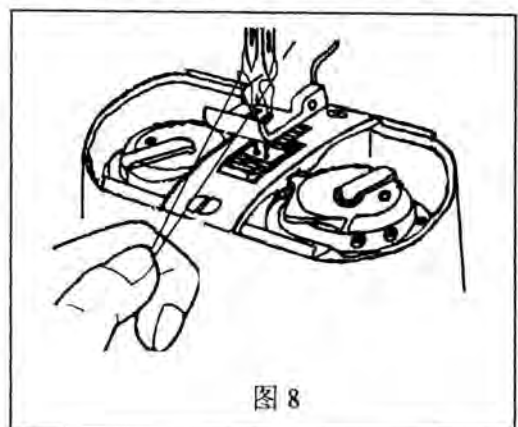

图 8
- 2) 如图 8，左手拿机针线，右手转动主动轮，将勾出的底线放置一边，盖上左、右推板。